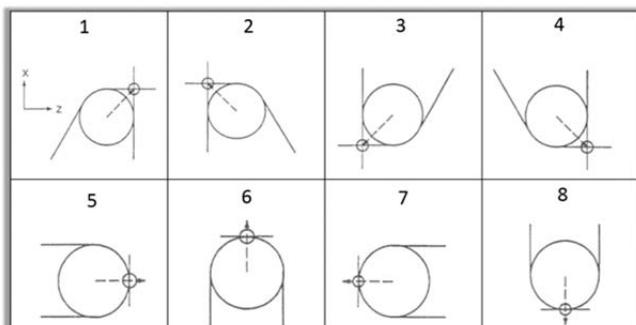

Рис. 14.6. Ориентация мнимой вершины резца
7. Ориентация мнимой вершины резца (вектор режущей кромки) должна быть задана в Т-регистре таблицы геометрических характеристик инструментов системы ЧПУ (рис. 14.6).